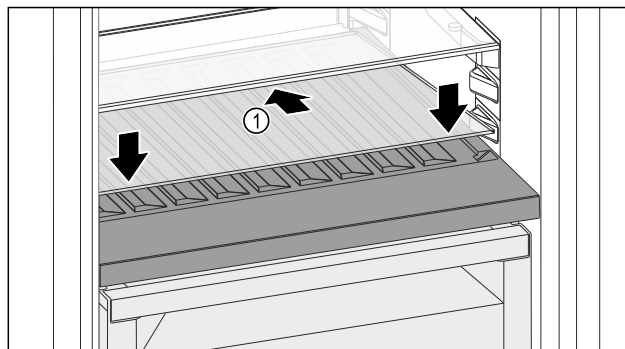

Fig. 98
- ▶ Skleněnou desku Fig. 98 (1) zasuňte šikmo a skloněnou dozadu dolů.
- ▶ Skleněnou desku Fig. 98 (1) vpředu spusťte dolů.